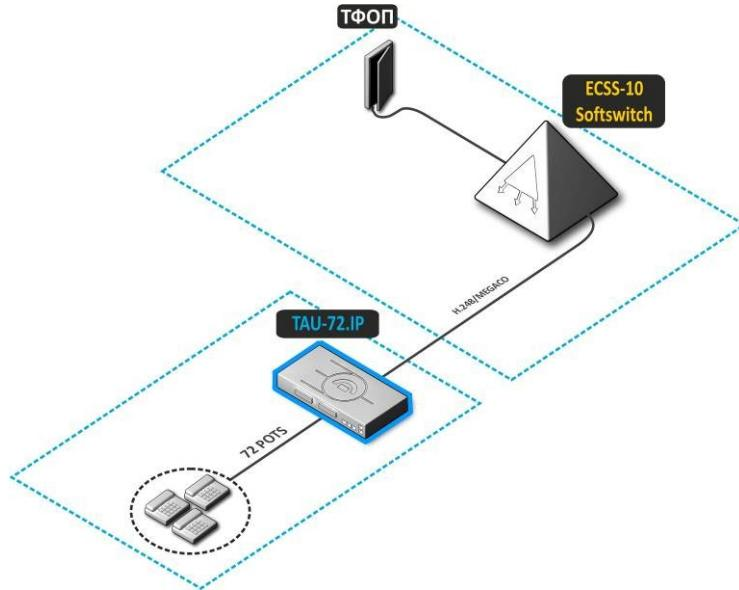

Рисунок 1 – Абонентский вынос TAU-72.IP
**1. Абонентский вынос.** В этом случае устройство выполняет функции шлюза между аналоговыми телефонными аппаратами и удаленной АТС, рисунок 1.